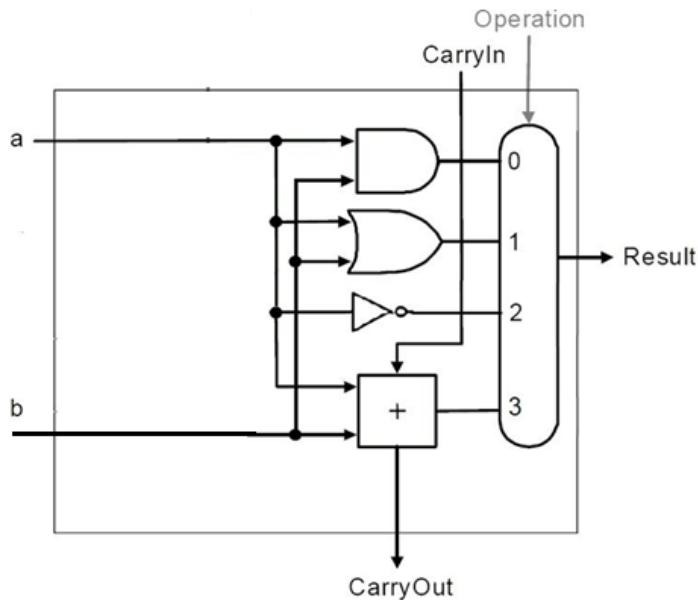

Figura 1.: Unidade Lógica e Aritmética
1. Considere a Unidade Lógica e Aritmética de 1 bit ilustrada na Figura 1 a seguir: